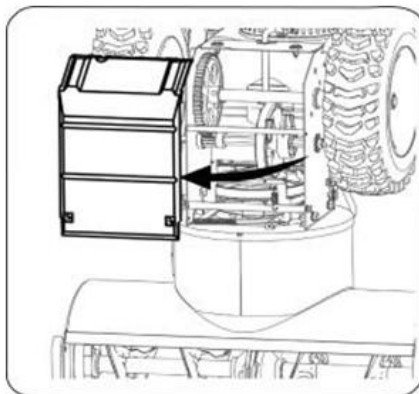

Рисунок 25
2. Аккуратно подайте снегоборщик вверх и вперед, установив его с опорой на кожух. Открутите 4 самонарезающих винта, фиксирующих крышку рамы в нижней части снегоборщика, и снимите крышку (рис.25).